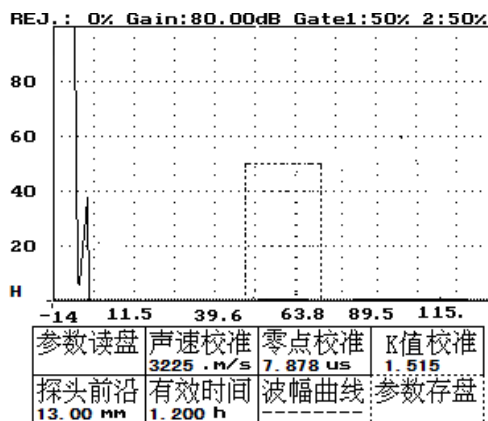

图 18-48
- 4、按方向键——将虚框移到参数存盘，如图 18-48 所示。